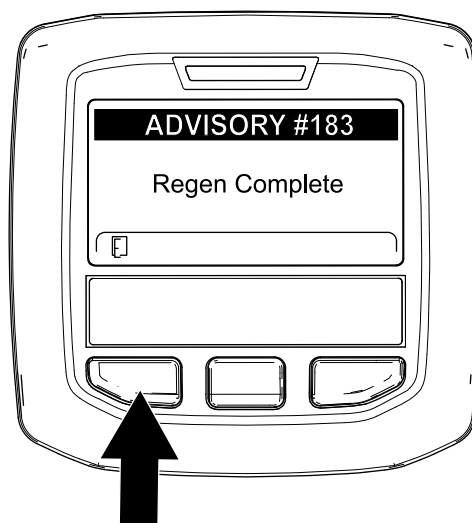

Figura 68
9. Cuando el ordenador del motor finaliza una regeneración con la máquina aparcada o una regeneración de recuperación, el InfoCenter muestra ADVISORY #183 (Aviso n.º 183) (Figura 68). Pulse el botón de la izquierda para salir a la pantalla de inicio.
Nota: Si la regeneración no se realiza correctamente, el InfoCenter muestra Advisory #184 (Aviso n.º 184) (**Figura 68**). Pulse el botón de la izquierda para salir a la pantalla de inicio.